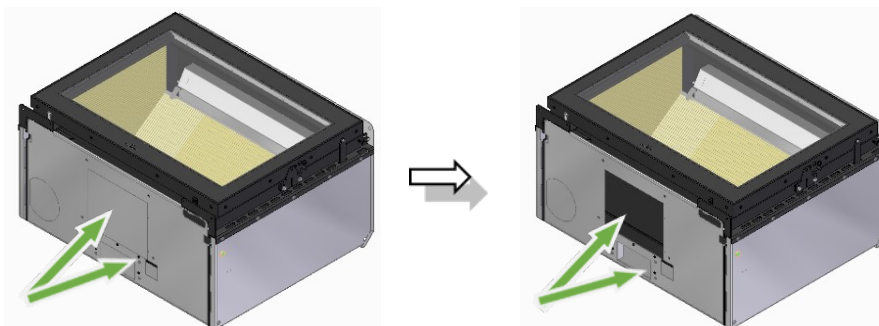

Figure 48 – Retrait du kit de ventilation
a. Sur ces modèles, le kit de ventilation est placé sous l'appareil. Pour fixer le kit de ventilation optionnel, vous devez d'abord casser les micro-joints sur le fond avec un marteau, afin de pouvoir fixer le ventilateur et les accessoires du kit de ventilation, voir Figure 48.